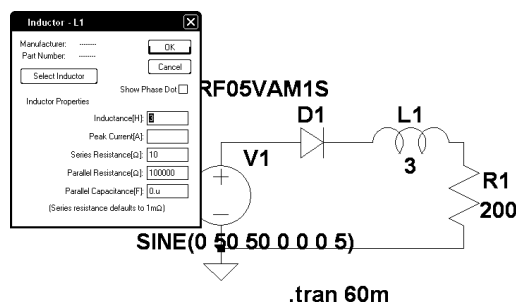

Рис. 5. Выпрямитель с активно-индуктивной нагрузкой
1. Создайте схему выпрямителя с активно-индуктивной нагрузкой (рис. 5). В этой схеме в цепь сопротивления $R1$ введена индуктивность $L1=3$ Гн. В её параметрах задано параллельное сопротивление 100000 Ом.